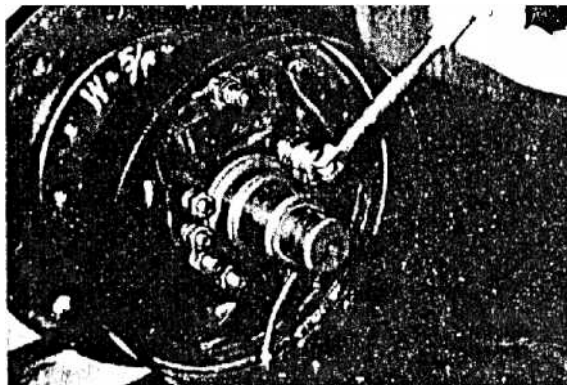

Рис. 8-14
(6) Снимите Е-образное стопорное кольцо, которое фиксирует тормозной трос к нижней пластине, затем открутите болты крепления нижней пластины и снимите нижнюю пластину с моста (рис. 8-14).